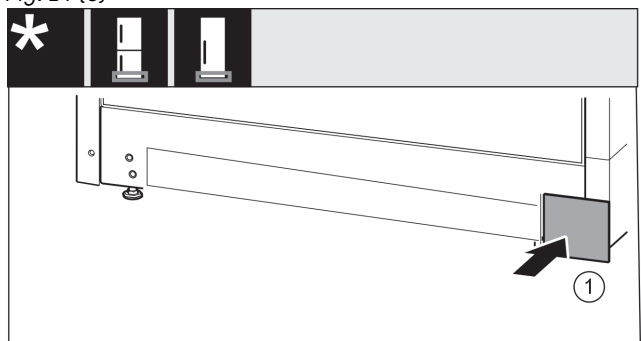

Fig. 15
- ▶ Τοποθετήστε ξανά το κάλυμμα στην άλλη πλευρά. Fig. 15 (1)